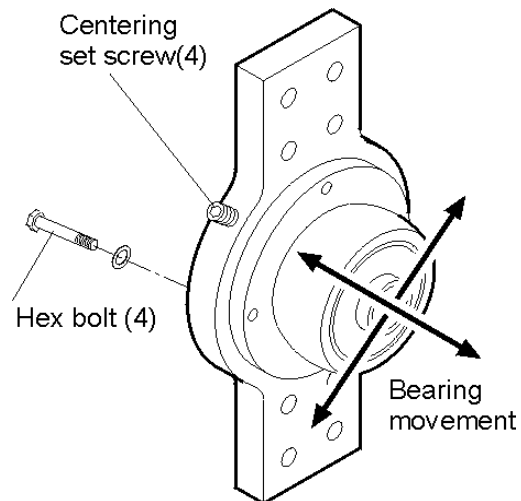

ABBILDUNG 12 - ZENTRIEREN DER LAGER
9. Wie in Abbildung 12 dargestellt, die Lager in den Lagerstützen zentrieren: